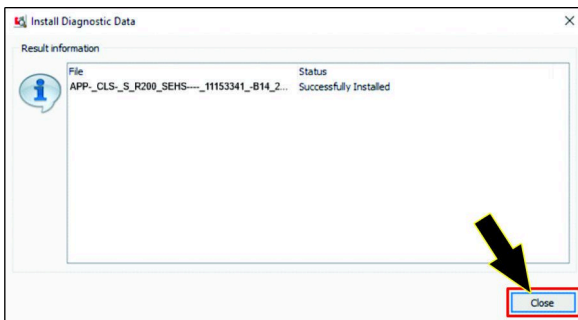

図 52
6. 結果情報ダイアログ ボックスで、閉じるアイコン (図 52) をクリックする。